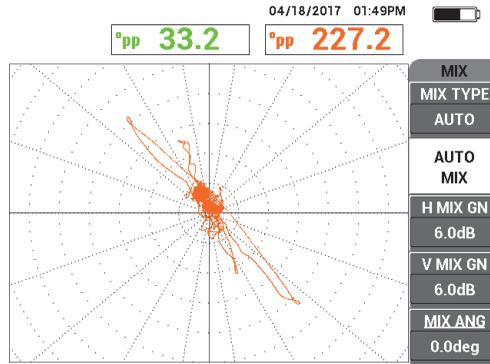

Figura 5-204 Escaneo del largo completo del tubo después de aplicar la función AUTO MIX (combinación automática)
- ◆ Coloque la sonda sobre un área exenta de defectos del estándar de calibración, cerca del defecto transversal de pared. Después, pulse el conmutador de pedal NULL (cero) y escanee el largo completo del tubo. La indicación obtenida a partir de la arandela de soporte debe ser minimizada, tal como se muestra en la Figura 5-204 en la página 296.